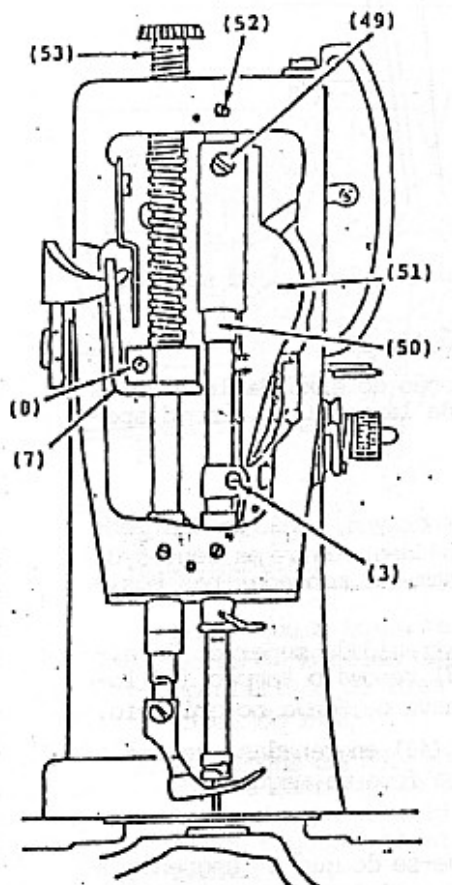

Fig. 24
REMOÇÃO E RECOLOCAÇÃO DA BARRA DA AGULHA (veja Fig. 24)
1. Remova o calcador, a chapa frontal e o parafuso recartilhado de regulagem da pressão da barra do calcador (35) com o guia da barra do calcador.
2. Afrouxe uma volta do parafuso prendedor (8), apenas o suficiente para soltá-lo.
3. Retire a barra do calcador por cima deslizando-a pela alavanca de levantamento (7), Fig.24 através da bucha e para fora da máquina.
3. Recoloque o parafuso recartilhado (53) de regulagem da pressão da barra do calcador (Fig.24).
5. Recoloque os tampões do braço (54) e (55).